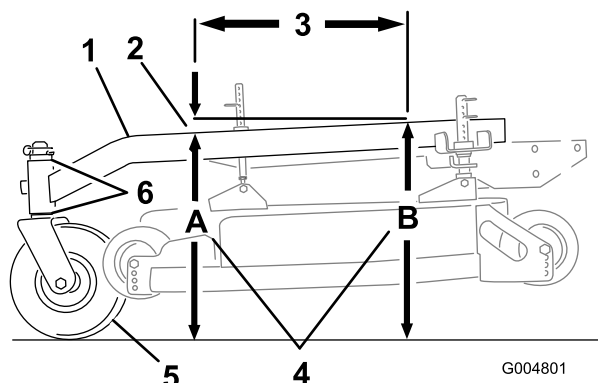

Figura 56
Il telaio portante deve avere un'inclinazione da 3 a 10 mm per la lunghezza di 61 cm sul telaio portante (Figura 56).
- Misurate la sporgenza di 61 cm sul telaio portante (Figura 56).
- L'altezza al punto **A** deve essere di 3-10 mm inferiore rispetto al punto **B** (Figura 56).
- Se il telaio portante non è corretto, spostate i distanziali orientabili in modo da ottenere un angolo di inclinazione di 3–10 mm (Figura 56). Spostate i distanziali dall'alto o dal basso per ottenere l'inclinazione corretta.